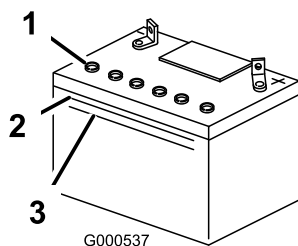

Figure 42
1. Observez le côté de la batterie. Le niveau de l'électrolyte doit atteindre le trait **supérieur** (Figure 42). Le niveau d'électrolyte ne doit pas descendre au-dessous du trait inférieur (Figure 42).
3. Enlevez les bouchons d'évent de la batterie (Figure 42)
4. Versez de l'eau distillée avec précaution dans chaque élément jusqu'au repère supérieur (Figure 42) sur le côté de la batterie.
5. Attendez cinq à dix minutes après avoir rempli les éléments. Au besoin, ajoutez de l'eau distillée pour amener le niveau jusqu'au repère supérieur sur le côté de la batterie (Figure 42).